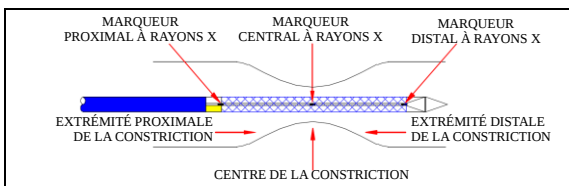

Figure 4
- Vérifiez le positionnement au cours du déploiement de l'endoprothèse (point de non retour au niveau du marqueur central radio-opaque) et continuez à tirer sur le connecteur jusqu'à ce que l'endoprothèse soit entièrement déployée. (Voir figure 4, 5)